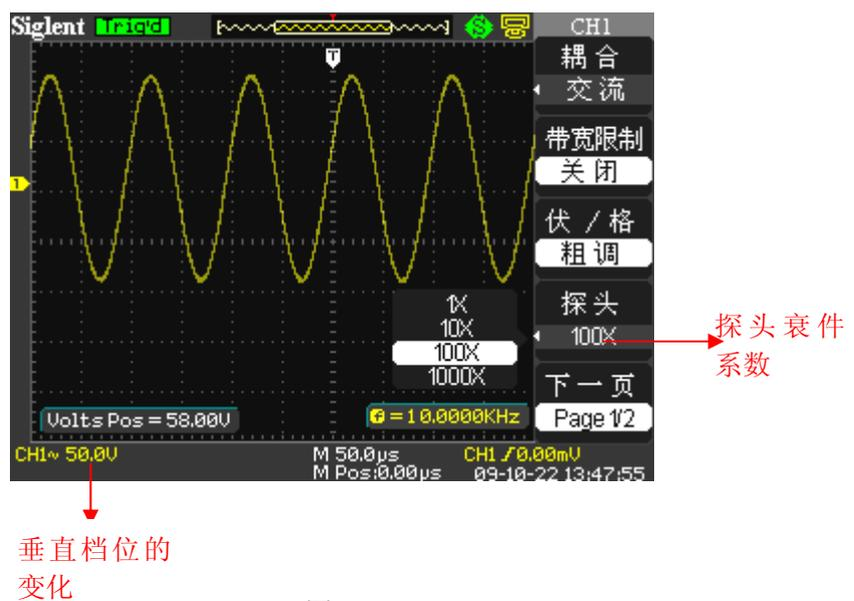

图 2.6-5
- 按“CH1” → “探头” → “100X”。如图 2.6-5